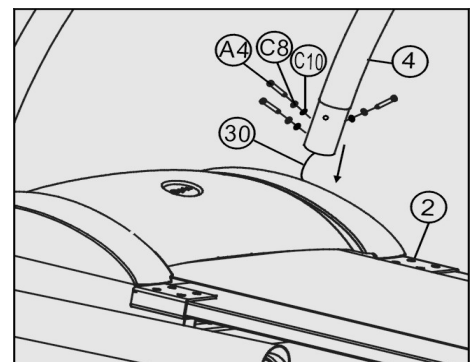

Figure 2
Anslut elkabel 1 (30) till höger ramstolpe (4), skjut in ramstolpen i stödramen (2), skruva fast med tre skruvar M8*16 (A4) och bricka Φ 8 (C3). Skruva ej åt helt i detta skede. (Se fig 2)